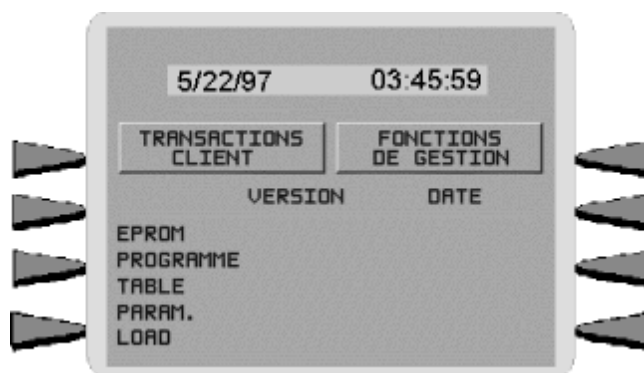

Figure 3-1. Affichage du MENU PRINCIPAL..
Lorsque l'appareil est mis en marche, il émet un beep et le menu principal, illustré à la figure 3.1, s'affiche à l'écran après quelques secondes. Depuis le menu principal, vous pouvez soit :
1. L'écran de bienvenue affiche l'animation d'une main insérant et enlevant une carte, un message indiquant comment commencer une transaction. Si cet écran est affiché, enfoncez et gardez enfoncée la touche <BLEUE> et, en même temps, appuyez sur la touche <1>. Relâchez les deux touches. Après un certain moment, l'écran de menu principal (illustré à la figure 3-1) s'affiche. Sélectionnez l'option FONCTIONS DE GESTION.